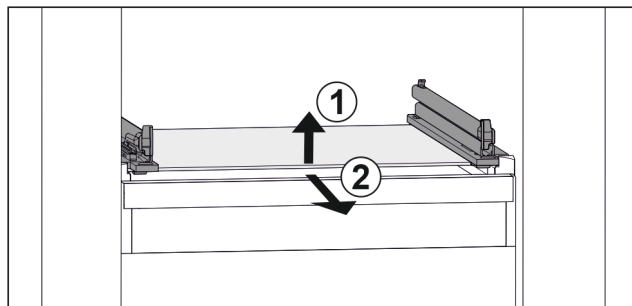

Fig. 39 玻璃隔板例图
- ▶ 抬起玻璃隔板前部。Fig. 39 (1)
- ▶ 向前取出玻璃隔板。Fig. 39 (2)